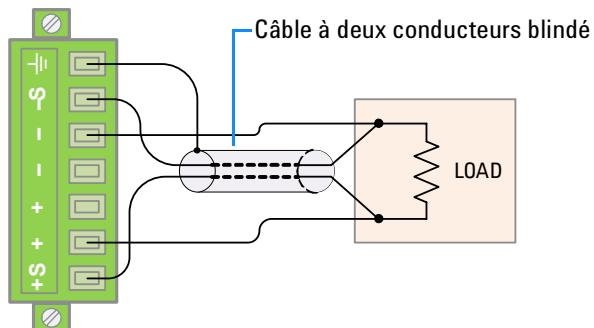
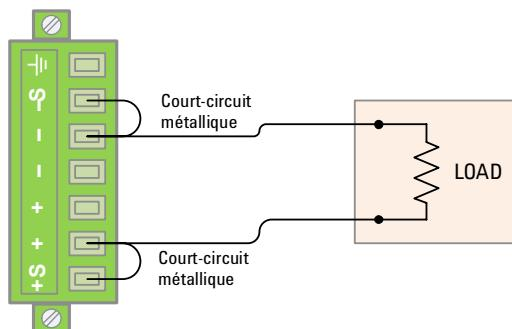

Figure 3-3 Connexions pour la détection déportée
Figure 3-4 Connexions pour la détection en local
- 4 A l'aide d'un tournevis Phillips, desserrez les vis du haut et reliez les bornes de détection (S+ et S-) et les bornes de sortie (+ and -) à la charge avec un câble 2 fils blindé, comme illustré dans la Figure 3-3.
Les bornes de détection (S+ et S-) doivent être raccordées. Le branchement doit être local (Figure 3-4) ou distant (Figure 3-3).
- 2 Supprimez les connexions entre les bornes de détection (S+ et S-) et les bornes de sortie (+ et -) sur l'instrument U3606A. A l'aide d'un câble 2 fils blindé, reliez les bornes de détection de l'instrument U3606A à la charge, comme illustré dans la Figure 3-3. Respectez la polarité lorsque vous raccordez les cordons à la charge.